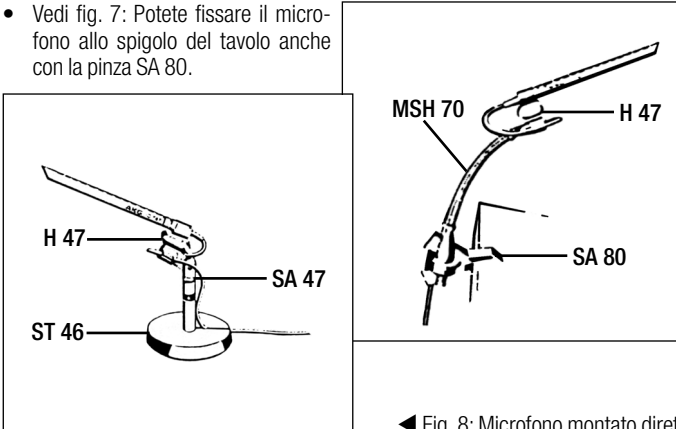

Fig. 7: Microfono fissato al piano del tavolo
- Vedi fig. 7: Potete fissare il microfono allo spigolo del tavolo anche con la pinza SA 80.